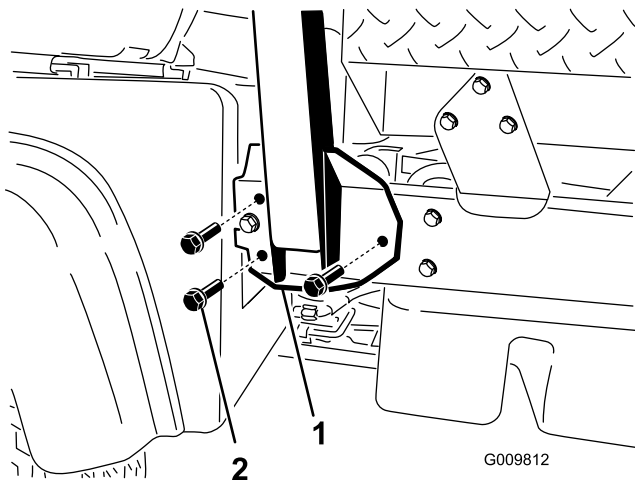

Figure 4
1. Placez chaque côté de l'arceau de sécurité en face des trous de montage de chaque côté du châssis du véhicule, comme montré à la Figure 4.